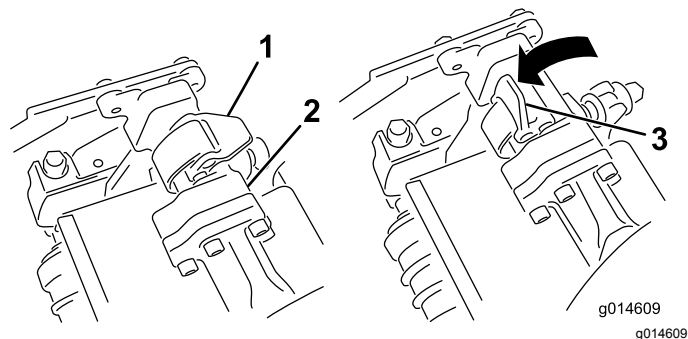

Figura 32
3. Con los enganches del brazo de suspensión orientados hacia arriba (es decir, abiertos (Figura 32), empuje hacia abajo el brazo de suspensión de modo que la barra encaje en la barra situada en la parte superior de la unidad de corte (Figura 33).
4. Presione los enganches hacia abajo alrededor de la barra de la unidad de corte y bloquéelas (Figura 32).
4. Abra los enganches de la barra del brazo de suspensión de la unidad de corte que está retirando (Figura 32).